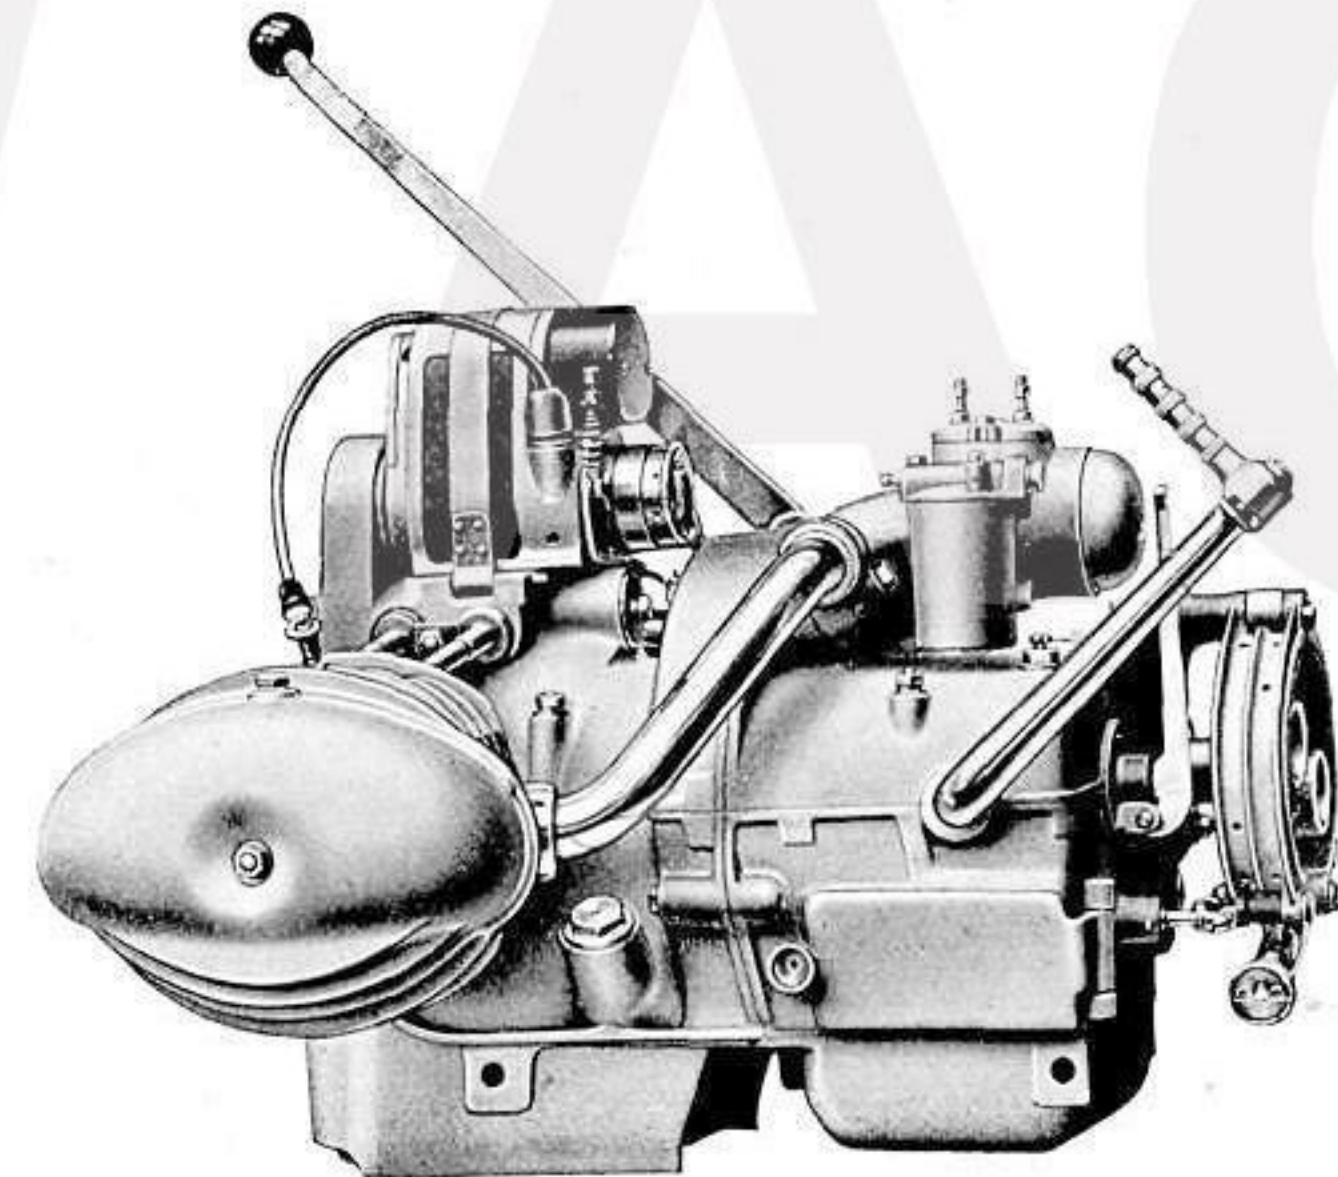

Abb. 3.
1. Allgemeines: Der mit der Kupplung und dem Getriebe zu einem Block vereinigte Motor (Abb. 3) wird auf den unteren Rahmenrohren mittels durchgehender Verbindungsschrauben festgehalten. Nach deren Lösung kann der
Bild 3: Arbeitshub. Das verdichtete Gemisch wird von der Zündkerze aus entzündet. Die erfolgende Explosion treibt den Kolben wieder nach innen, wobei der Kolben seine Kraft an die Kurbelwelle des Motors abgibt.